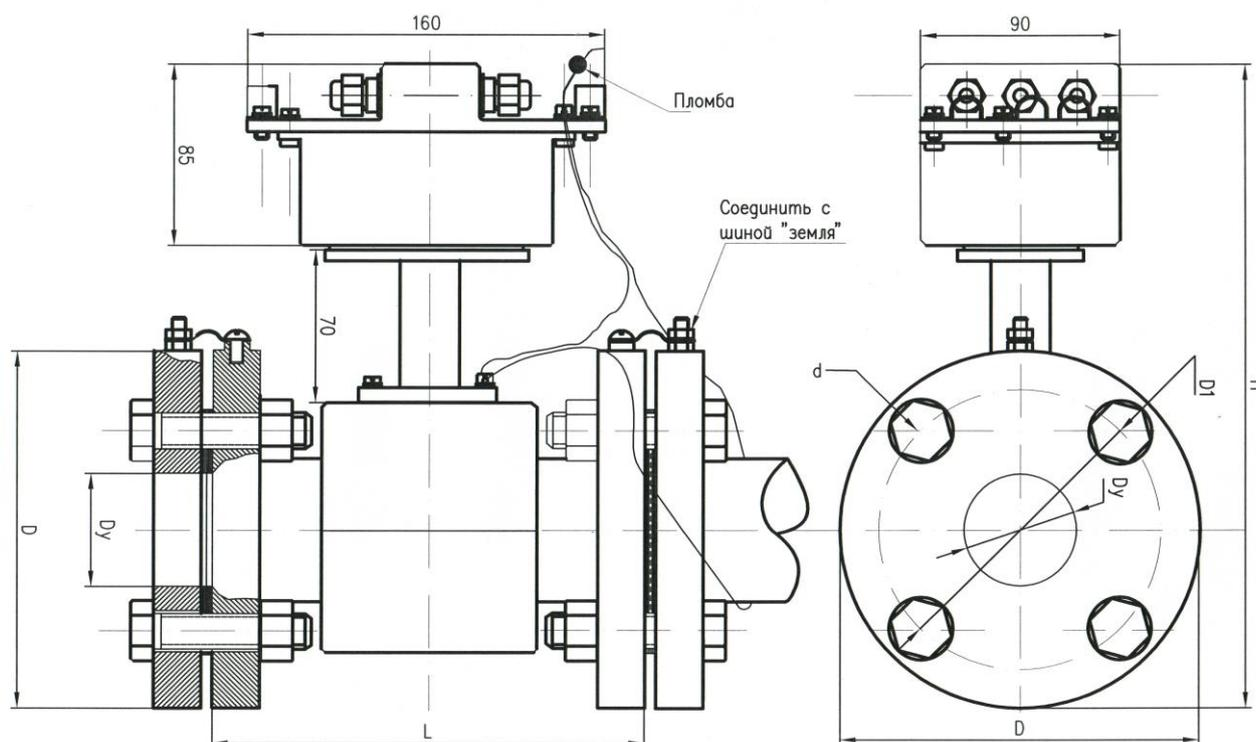

Рисунок 1. Габаритный чертеж и схема пломбирования ИБ.
Габаритные, установочные и присоединительные размеры ИБ приводятся на габаритном чертеже ИБ, рисунок 1.
При монтаже первичного преобразователя расхода необходимо электрически соединить каждый его фланец с соответствующим ответным фланцем трубопровода (рисунок 1.).
- ◆ Установить на первичном преобразователе расхода (рисунок 1. поз.3) прокладку нижнюю и кольцо уплотнительное (или нанести герметик) в месте установки стойки измерительного блока.
- ◆ При помощи винтов (Рисунок 1. поз.2) закрепить измерительный блок на первичном преобразователе расхода. Затяжку винтов проводить равномерно в несколько проходов. Нельзя использовать нештатные винты, так как увеличение длины винтов, приведет к повреждению катушки возбуждения.